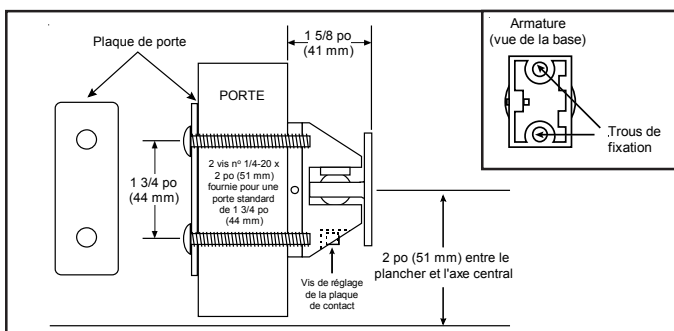

Figure 5. Fixation par boulons traversants
1. Au moyen d'une clé hexagonale de 5/32 po, tournez vers la gauche la vis de réglage de la plaque de contact pour desserrer celle-ci. (Fig. 5 et 6).
- a. **Fixation par boulons traversants (Fig. 5).** Marquez au pointeau le centre des deux trous (aux endroits marqués à l'étape 3) et percez un trou de 5/16 po de diamètre au travers de la porte. La distance entre les deux centres devrait être de 1-3/4 po.
La vis de réglage de la plaque de contact étant dirigée vers le bas, fixez l'armature sur la porte comme illustrée sur la Fig. 5 au moyen de deux vis n° 1/4-20 x 2 po (fournies).